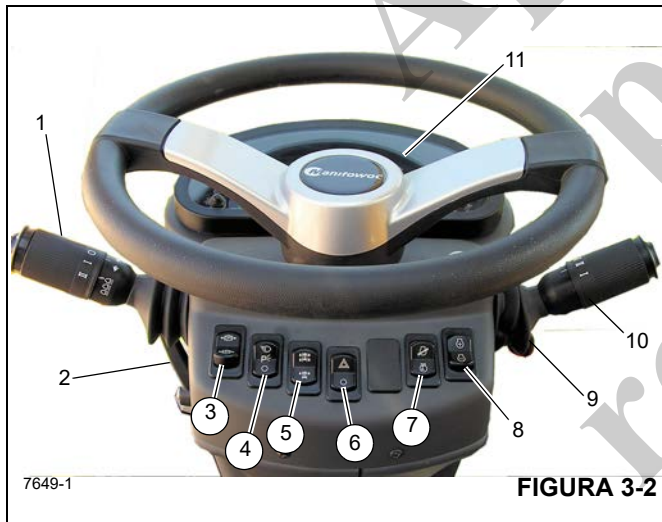

FIGURA 3-2
O conjunto da coluna de direção na Figura 3-2 é uma coluna de direção de pedestal inclinável e telescópica. Ela pode ser inclinada 30° para frente ou erguida verticalmente cerca de 60 mm (2.5 pol.) Inclui também a chave de ignição e o mostrador de indicadores do barramento CAN (11) (Figura 3-2).
Números dos itens da Figura 3-2
A alavanca da sinaleira direcional e controles do limpador/lavador do para-brisa (1) (Figura 3-2) localizam-se no lado esquerdo da coluna de direção. Empurrar a alavanca da sinaleira direcional para baixo faz com a sinaleira direcional esquerda dianteira e a esquerda traseira pisquem. Empurrar a alavanca da sinaleira direcional para cima faz com a sinaleira direcional traseira direita e a dianteira direita pisquem.
A coluna de controle de direção pode ser girada aproximadamente 30° para frente e erguida cerca de 60 mm (2.5 pol.). Mova a alavanca de controle (2) (Figura 3-2) para baixo para travar a coluna de direção no lugar; girar a alavanca para cima libera a coluna de direção para os ajustes necessários.
A chave de controle do freio de estacionamento (3) (Figura 3-2) localiza-se na frente da coluna de direção. Esta chave de duas posições ON/OFF (Ligada/Desligada) é usada para acionar e liberar o freio de estacionamento no conjunto motor-transmissão. A luz indicadora do freio de
A chave dos faróis (4) (Figura 3-2) localiza-se na frente da coluna de direção. Esta chave de três posições (OFF/PARK/HEADLIGHT) (Desliga/Estacionamento/Farol) controla a operação das luzes dos instrumentos, dos LEDs das chaves e das luzes do marcador na dianteira, traseira e na lateral do guindaste. Quando a chave estiver na posição Ligada, as luzes da coluna da direção e da chave acendem.
A chave seletora do eixo de tração (5) (Figura 3-2) localiza-se na frente da coluna de direção. Esta chave de duas posições é identificada como tração nas duas rodas (faixa alta) e tração nas quatro rodas (faixa baixa). A chave controla uma válvula solenoide (energizada pela tração em duas rodas) que opera a faixa de velocidade e os cilindros de desconexão do eixo da transmissão. Quando a chave é colocada na posição de tração nas quatro rodas, a luz indicadora do eixo de tração na coluna de direção acende.
A chave seletora das luzes de perigo (6) (Figura 3-2) localiza-se na frente da coluna de direção. A chave tem duas posições (ON/OFF) (Ligada/Desligada) que fazem com que as quatro luzes da sinaleira direcional pisquem ao mesmo tempo quando a chave é posicionada em ON (Ligada). Quando a chave estiver na posição Ligada, as luzes indicadoras da sinaleira direcional na coluna de direção piscam.
A chave Test Mode (modo de teste) (7) (Figura 3-2) é usada na manutenção do sistema de controle eletrônico do motor. Ela é uma chave de duas posições (liga/desliga) usada para ativar o modo de diagnóstico (códigos de falha). A chave de ignição deve estar LIGADA mas o motor não deve estar em funcionamento. Quando a chave de modo de teste é LIGADA e usada em conjunto com a chave de modo de marcha lenta/diagnóstico, é obtido acesso para rolar para cima ou para baixo os códigos de falha.
A chave de modo de marcha lenta/diagnóstico (8) (Figura 3-2) é uma chave momentânea de três posições ( $\pm$ ) que fornece entradas para o controle de marcha lenta que aumentam ou diminuem a marcha lenta do motor (quando a chave de modo
A alavanca de câmbio (10) (Figura 3-2) localiza-se no lado direito da coluna de direção. A alavanca de controle aciona a válvula seletora da transmissão eletricamente. Posicionar a alavanca para cima aciona o avanço e posicionar a alavanca para baixo aciona a ré. Quando a alavanca está em neutro, ela permanece em um recorte. Para movimentar a alavanca para cima ou para baixo, puxe primeiro a alavanca para trás.